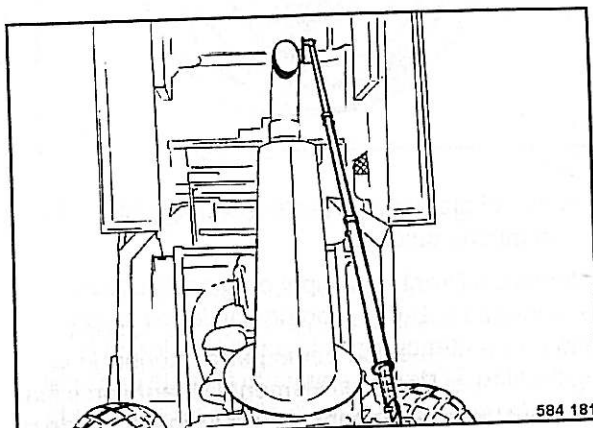

Fig. 129
- Abrir el capó (Fig. 129) por completo y asegurarlo.